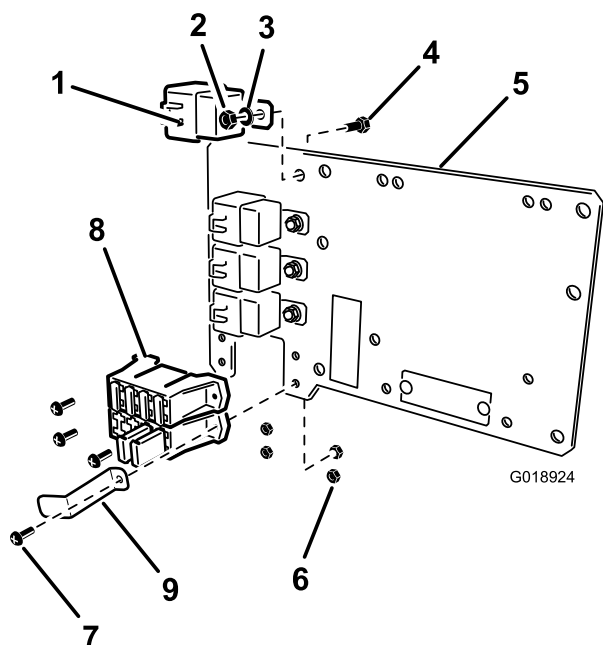

Bild 12
1. Befestigen Sie vier Relais mit vier Schrauben (1/4 x 5/8"), 4 Sicherungsscheiben (1/4 Zoll) und vier Muttern (1/4 Zoll) an der Montageplatte, wie in (Bild 12) dargestellt.
2. Befestigen Sie den Sicherungsblock des Kabelbaums und den Sicherungshalter mit vier Schrauben (Nr. 10) und vier Muttern (Nr. 10) an der Montageplatte, wie in (Bild 12) dargestellt.